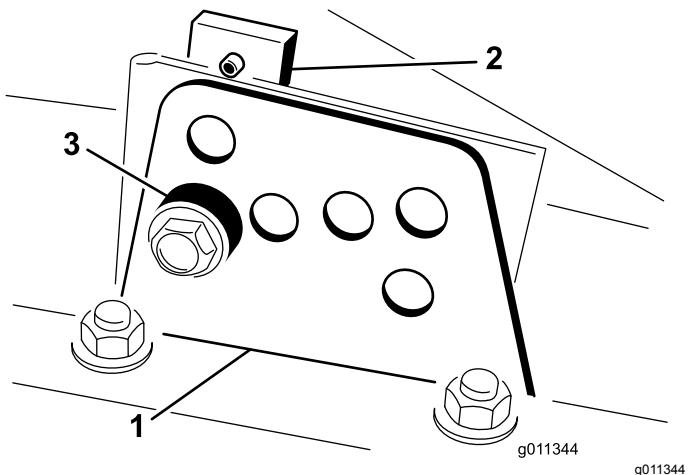

Figura 24
4. Supportate l'alloggiamento e togliete il distanziale (Figura 24).
2. Allentate il bullone che fissa ogni staffa dell'altezza di taglio alla relativa piastra (lati anteriore e laterali), come illustrato nella Figura 24.